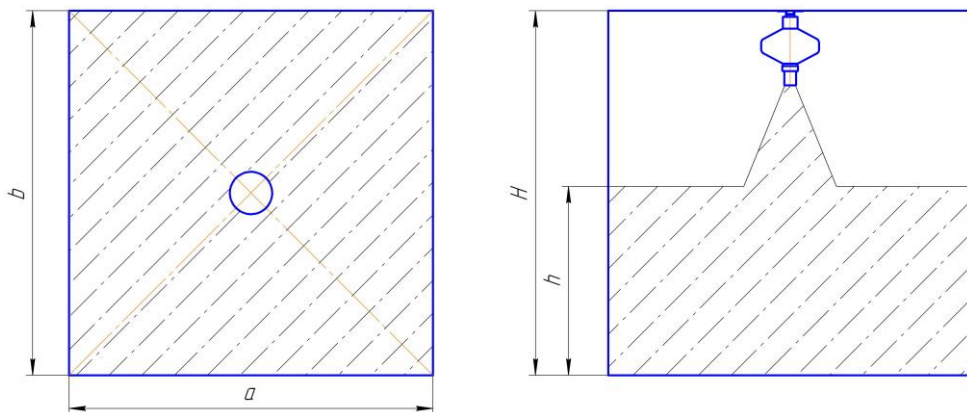

Рис.1
2.2 Огнетушащая способность и конфигурации распыла порошка МПП «Ураган-5М» в защищаемой зоне при тушении очагов пожара классов «А» и «В» на закрытой площадке приведена на рис.1 и таблице 2.